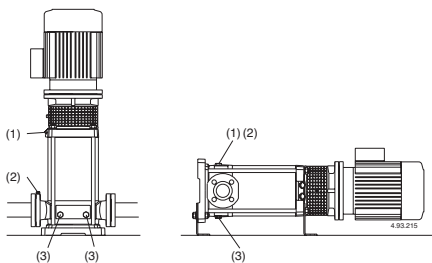

Fig. 4d (1) Llenado y purga
(2) Purga aspiración
(3) vaciado
Con el **nivel de agua en aspiración por encima de la bomba**, (funcionamiento bajo carga, **fig. 3B**), llenar la bomba abriendo lentamente y completamente la compuerta del tubo de llegada teniendo la compuerta de la impulsión abierta y también los agujeros de purga (1), (2) (**fig. 4d**) para hacer salir el aire.
Cerrar los agujeros de purga (1), (2) (**fig. 4d**), para CVD 031-051-101-151-201. Atornillar los tornillos tipo pasador (17.17) del tapón de vaciado (14.12) (**fig. 4b**), y cerre el orificio de purga (14.04).